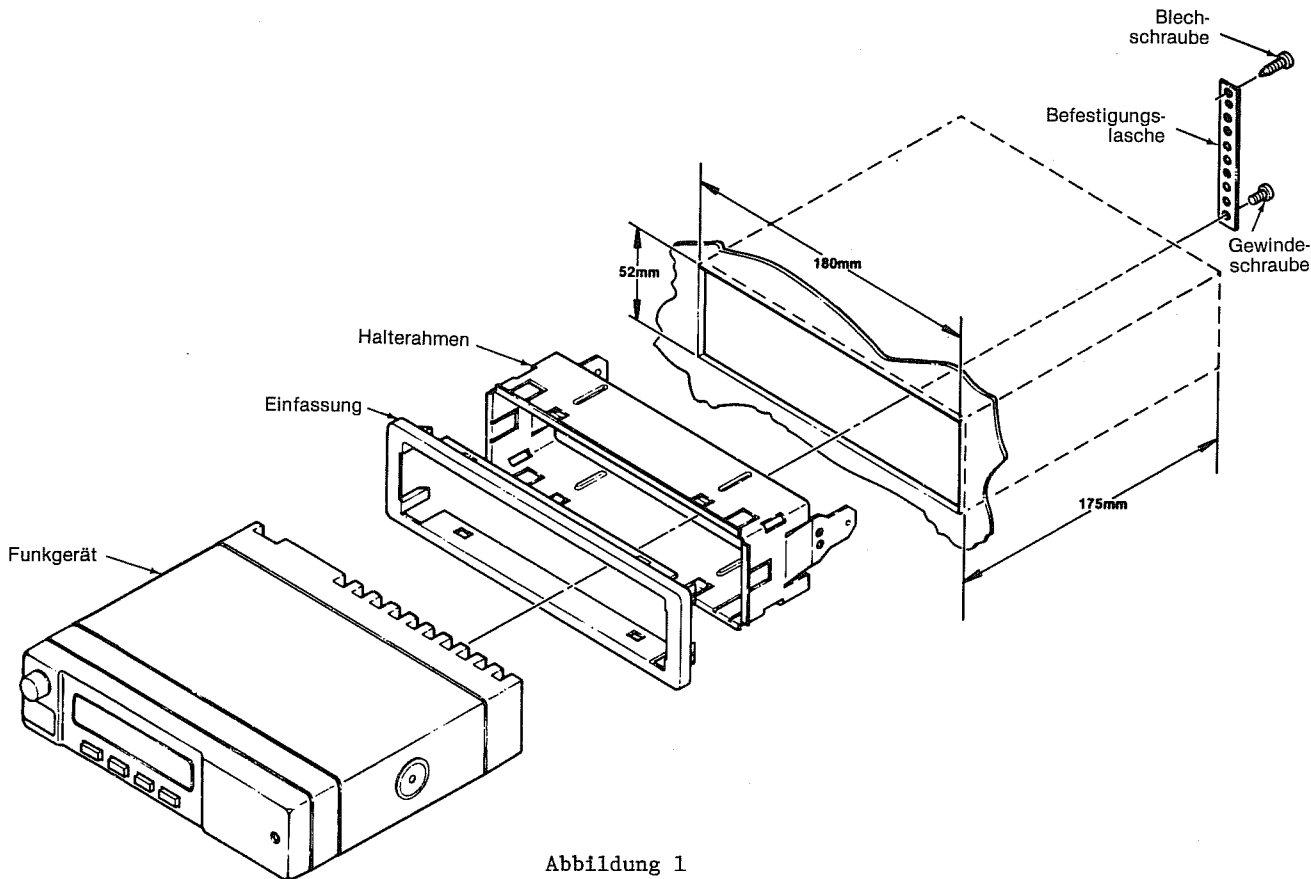
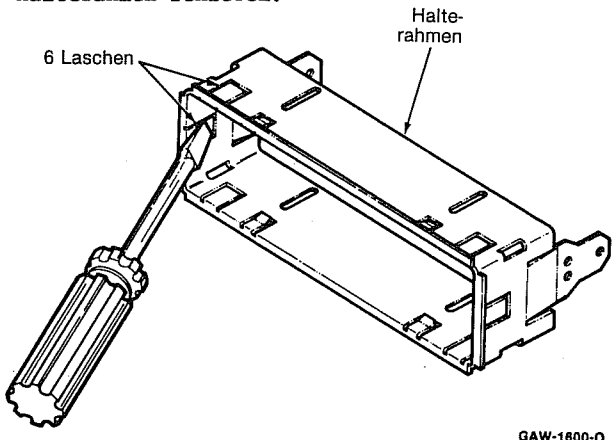

Abbildung 1
Abbildung 2
- (1) Den Autoradio-Ausschnitt des Armaturenbrettes öffnen und ggf. auf die in Abbildung 1 angegebenen Abmessungen vergrößern.
- (2) Den Halterahmen in den Ausschnitt einsetzen und durch Verbiegen der sechs Laschen (siehe Abbildung 2) sichern. Die Einfassung über den Halterahmen stülpen.
- (3) Das Funkgerät bis zum Einrasten in den Halterahmen schieben.
- (4) Die Befestigungslasche entsprechend der Abbildung 1 mit einer Blechschraube an der Karosserie und mit einer Gewindeschraube am Kühlkörper des Funkgeräts befestigen.
- (3) Den Halterahmen des Bedienteiles in den Ausschnitt einsetzen und durch Verbiegen der sechs Laschen (siehe Abbildung 2) sichern.
- (4) Das Bedienteil bis zum Einrasten in den Halterahmen schieben.